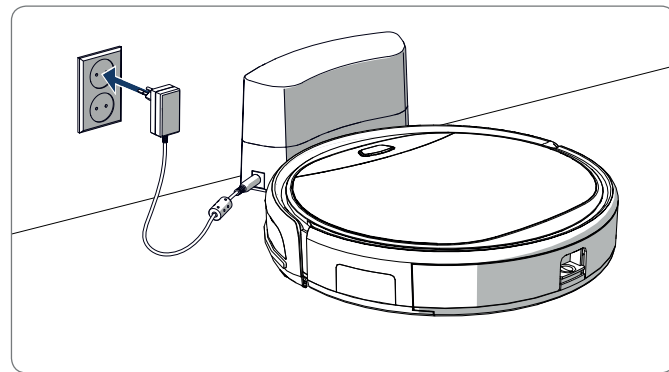

Figure 10 - Charger le robot avec la station de charge
- Dans la station de charge, voir Figure 10. Le voyant d'alimentation de la station de charge s'allume lorsque la charge est en cours.